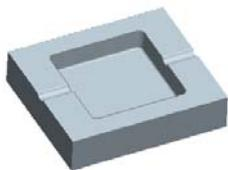

图 3.11 着色后的上半部分体积块
(1) 在系统 **为分割工件选择分型面** 的提示下，先将鼠标指针移至模型中主分型面的位置，然后右击，从快捷菜单中选择 **从列表中拾取** 命令。
(2) 在系统弹出的“从列表中拾取”对话框中单击列表中的 **面组: F8 (PS)**，然后单击 **确定 (①)** 按钮。
(3) 在“选择”对话框中单击 **确定** 按钮。
Step5. 此时，系统弹出“属性”对话框，同时模型的下半部分变亮，在该对话框中单击 **着色** 按钮，着色后的模型如图 3.11 所示，然后在对话框中输入名称 **upper_mold**，单击 **确定** 按钮。